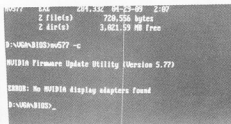

图 5-14 找不到显卡
(1) 使用 PCI 显卡启动，在 DOS 下输入“NV577-C”提示找不到显卡，如图 5-14 所示。